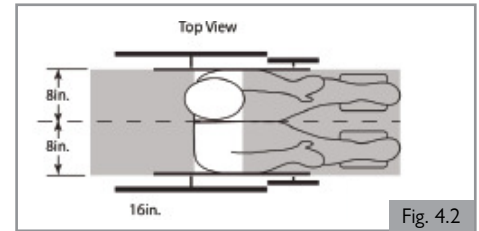

Fig. 4.2
3. En los diagramas (Fig. 4.2 y 4.3) se muestran las zonas libres recomendadas para los ocupantes sentados en silla de ruedas sujetos tanto por el cinturón pélvico como por el cinturón del torso superior y sólo por el cinturón pélvico y se describen a continuación. Las zonas libres delanteras (FCZ) deben ser mayores cuando no se utilizan cinturones para la parte superior del torso. La zona libre trasera de 40,5 cm (16 pulgadas) se mide desde el punto más posterior de la cabeza del ocupante. La zona libre delantera se mide desde el punto más frontal de la cabeza del ocupante y es de 66 cm (26 pulgadas) con cinturón(es) pélvico(s) y de torso superior y de 94 cm (37 pulgadas) sólo con cinturón pélvico. Es posible que el conductor sentado en la silla de ruedas no alcance la zona libre delantera.